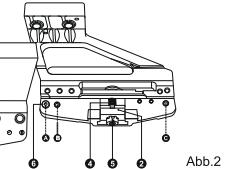

Abb.2
- Dar vuelta para la uña (1) en sentido contrario al reloj hasta el tope (posición "abierto") (Fig.2).
- Instalar el montaje con el triángulo fijador (2) sobre los salientes especiales de la caja de cañón de carabina.
- Dar vuelta para la uña (1) en sentido horario hasta el tope. La posición "cerrado" se determina por el sonido que aparece después del golpe de la uña contra la cerradura (3).
- decomprimir la escuadra fijador (2) hacia la muelle (4) hasta el tope;
- ajustar la apretadura de fijación de cerradura siendo la escuadra (2) decomprimida:
- si aparece el juego del montaje deberá atornillar rosca (5) en sentido horario;
- si la cerradura no se cierra deberá desatornillar rosca (5) en sentido contrario.
- Desatornille el tornillo de tope (6), aplique un poco de sellador (por ejemplo, Loctite 638), y atornillelo en una de las tres posiciones (A, B o C). La posición del tornillo de tope depende del diseño del montaje.